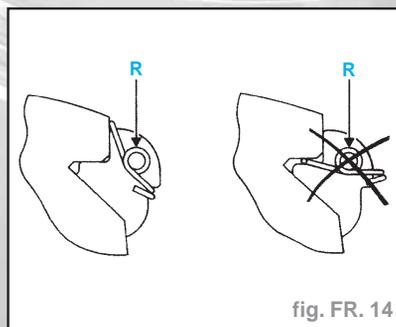

fig. FR. 14
Attention : Il est IMPÉRATIF de bien positionner les ressorts latéraux (R) (fig. FR. 14).